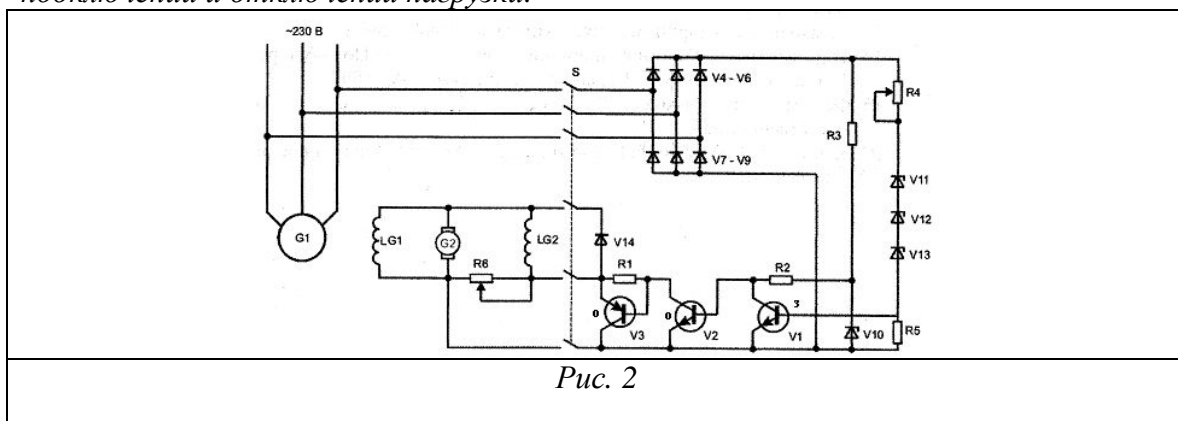

Рис. 2
2. Указать элементы и принцип работы полупроводникового регулятора напряжения (рис.2), объяснить работу схемы в процессе возбуждения генератора, при подключении и отключении нагрузки.